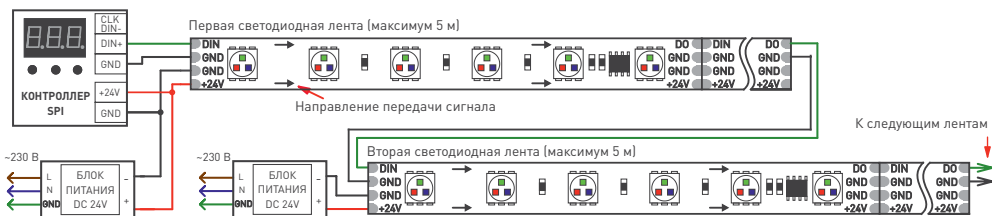
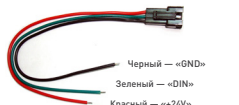
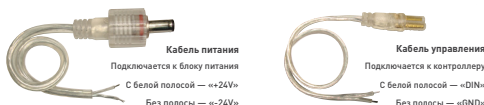

Рис. 2. Схема подключения ленты при управлении от внешнего контроллера
Рис. 3. Кабель для подключения открытой ленты и ленты с индексом «5E»
Рис. 4. Кабели питания и управления влагозащитной ленты с индексом «P»
- Подключите ленту в соответствии с выбранной схемой (рис. 1 или рис. 2), соблюдая полярность и маркировку проводов. При подключении лент и соединении отрезков учитывайте направление передачи цифрового сигнала, указанное стрелкой на ленте. Вход сигнала управления имеет обозначение «DIN», выход — «DO». Для подключения используйте коннекторы из комплекта поставки. Руководствуйтесь маркировкой, нанесенной на ленту (см. таблицу), маркировкой на контроллере и информацией, приведенной на рис. 3 и рис. 4.
- Подключите ленту согласно используемой схеме (рис. 1 или рис. 2), соблюдая полярность.